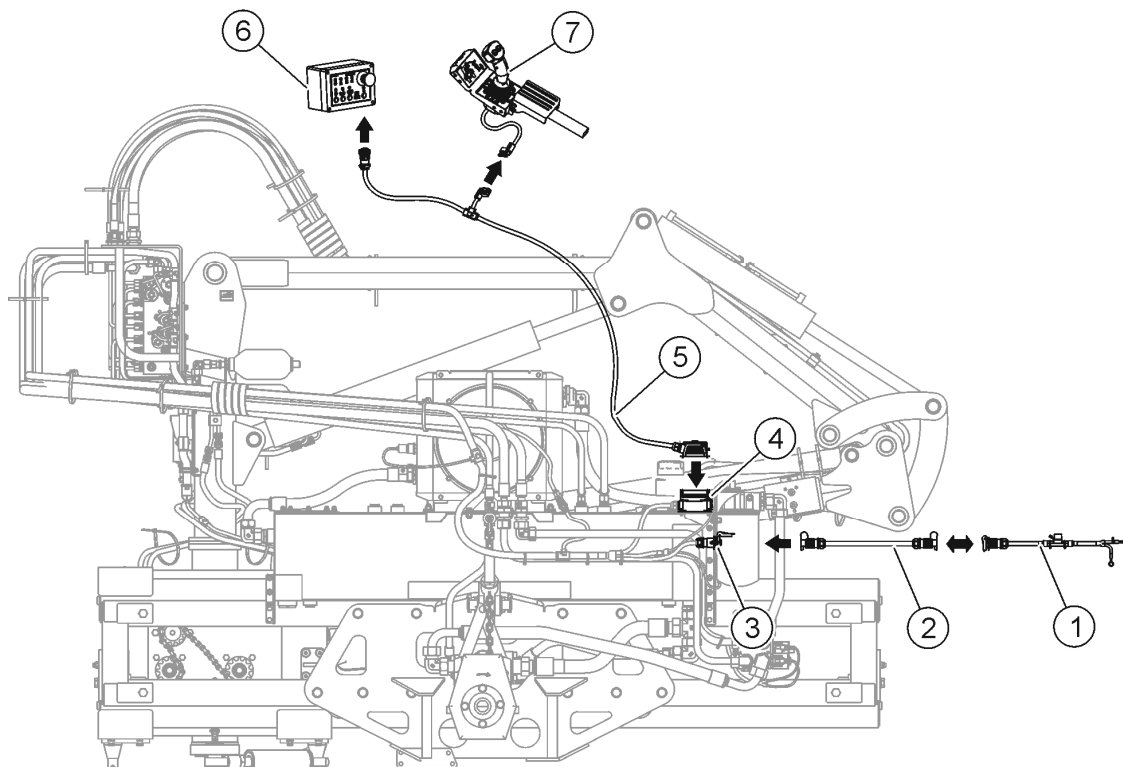

FIGURE 4.3 Raccordement de l'installation électrique du bras multifonction.
(1)- faisceau d'alimentation; (2) - câble de connexion (3)- prise de connexion pour le système électrique de la rampe ; (4)- prise de connexion du faisceau du panneau de commande ; (5)- faisceau du panneau de commande ; (6)- panneau de commande ; (7)- manette de jeu
Pour que le porte-outil puisse fonctionner avec la flèche multifonction, le porteur doit disposer d'un faisceau d'alimentation (1) (FIGURE 4.3) installé avec une prise électrique à 3 broches à laquelle l'installation électrique de la flèche doit être connectée à l'aide d'un câble de connexion (2).
Après avoir installé le faisceau d'alimentation (1) (FIGURE 4.3) sur le porte-outil, nous pouvons connecter la flèche à l'installation électrique du porte-outil à l'aide du câble de connexion (2).